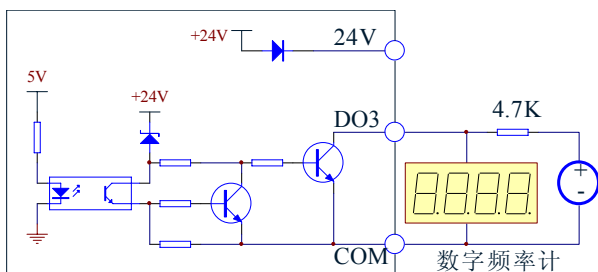

图 3-28 输出端子DO3连接方式2
- 4) 数字脉冲频率输出D03也可使用外部电源, 9~30V, 接线方式请参见图3-28。